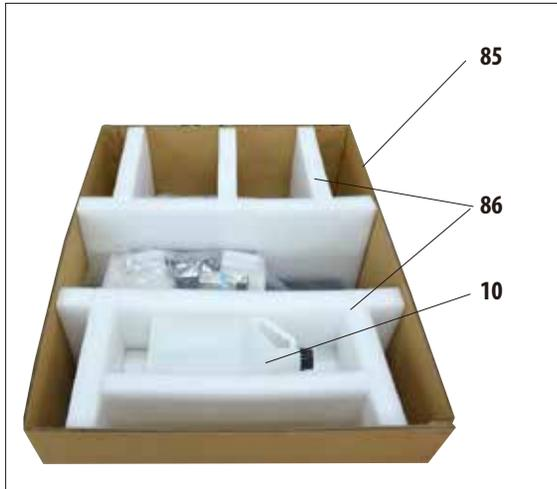

Abb. 6
- Zuerst die zusätzliche Wechselflasche (10) aus der Transportsicherung entnehmen.
- Die beiden Transportsicherungen (86) aus Schaumstoff herausnehmen (Abb. 6).
- Danach kann die äußere Hülle der Verpackung (85) nach oben von der Palette (87) abgenommen werden.